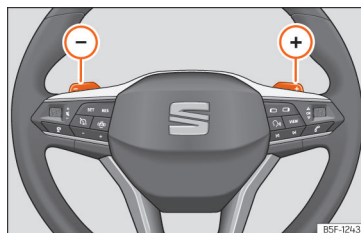

Fig.136 Volante: alavancas de mudança automática de velocidade.
- Pressione a alavanca de mudanças (+) para engrenar uma velocidade mais alta » **Fig. 136**.